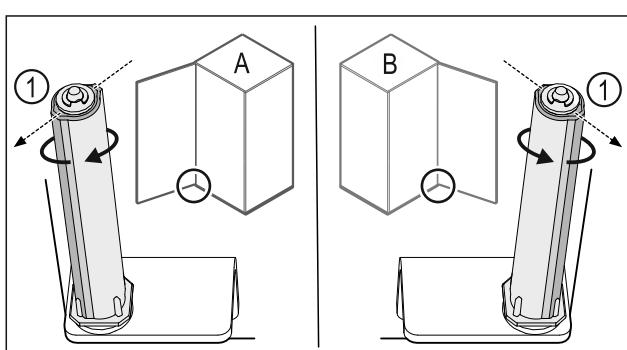

Fig. 34 Levo omejilo (A) / desno omejilo (B)
- ▶ Obrnite zaporni sistem proti uporu, dokler ni mostiček zapornega sistema Fig. 34 (1) obrnjen navzven.